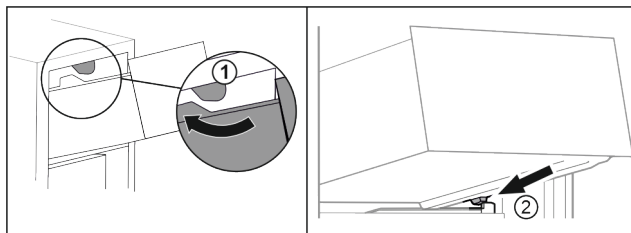

Fig. 61
- Ved'te zásuvku podél horních zářezek. Fig. 61 (1)
- Nasaďte zásuvku šikmo za dolní zářezky na žebrování na nádoby. Fig. 61 (2)